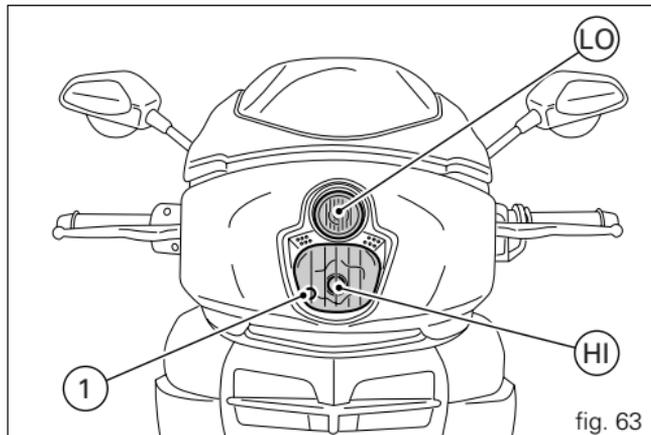

fig. 63
Na fig. 63 está indicada a posição das lâmpadas dos médios (LO), máximos (HI) e de presença (1) do farol dianteiro.